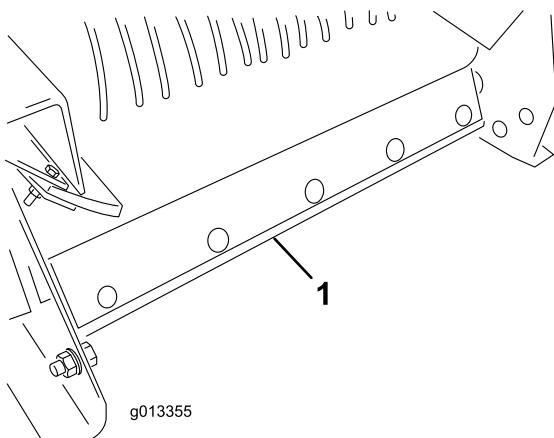

Рисунок 61
6. Снимите скребок ленты транспортера в сборе с задней части машины (Рисунок 61).